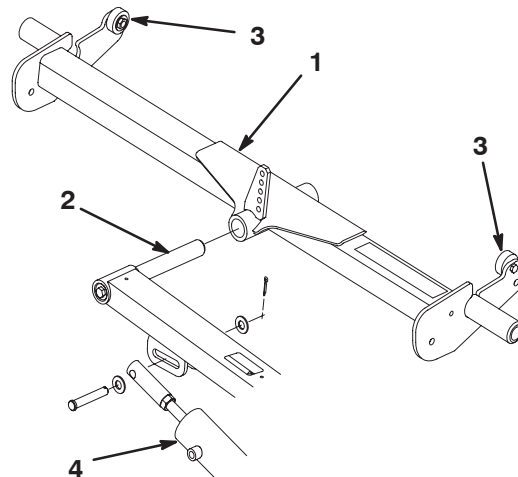

Bild 4
1. Schieben Sie das hintere Chassis auf die Gelenkstange des hinteren Hubarms (Bild 4). Montieren Sie zu diesem Zeitpunkt **nicht** das Chassis am Mähwerk.
3. Drücken Sie ein Ende des Chassis ganz nach unten, bis der obere Stopp an der gegenüberliegenden Seite die Unterseite des Fußtritts berührt (Bild 4). Der Abstand zwischen dem oberen Stopp und der Unterseite des Fußtritts (an der heruntergedrückten Seite) sollte ungefähr 6 mm betragen. Wenn der Abstand nicht 6 mm beträgt, muss der Hubzylinder eingestellt werden. Wenn der Abstand richtig ist, nehmen Sie das Chassis ab und machen Sie mit den Einrichtungsanweisungen weiter.
- A. Nehmen Sie den Lastösenbolzen ab, mit dem das Stangenende des Hubzylinders am Hubarm befestigt ist (Bild 4).
- D. Ziehen Sie die Sechskantmutter fest, und verbinden Sie das Zylinderstangenende mit dem Hubarm (Bild 4).